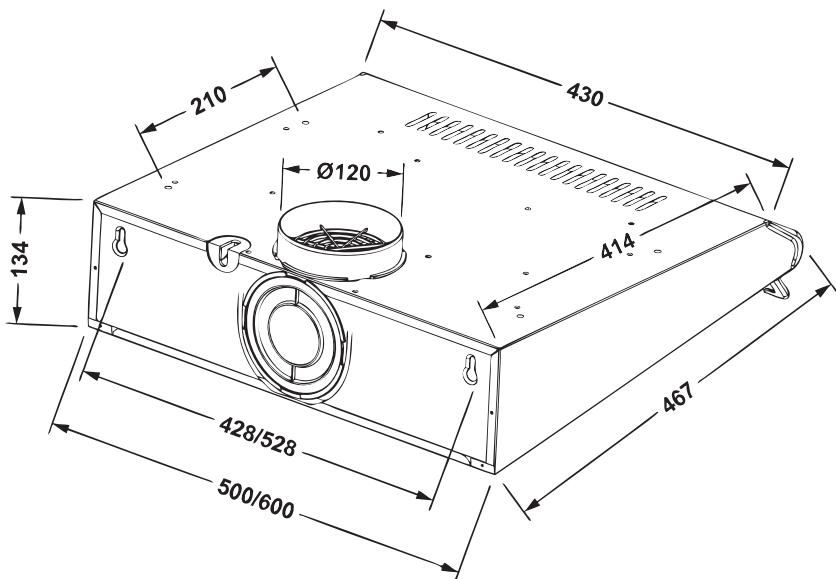

Рис. 3
**«Line I» Ø 3мм. (рис.3).**
- для вытяжки «Line I» - 2 или 4 шурупами ПКГ 4 x 12 с шайбами 4, которые вкручиваются изнутри вытяжки в отверстия, расположенные на верхней плоскости корпуса (рис.3).
**В режиме рециркуляции (рис.3)** вытяжка не подключается к вентиляционной шахте кухни и воздух проходит через установленные в вытяжке алюминиевые жировые фильтры и угольные запахоулавливающие фильтры (какие покупаются отдельно) и возвращается обратно в кухню через вентиляционные пазы **C**.